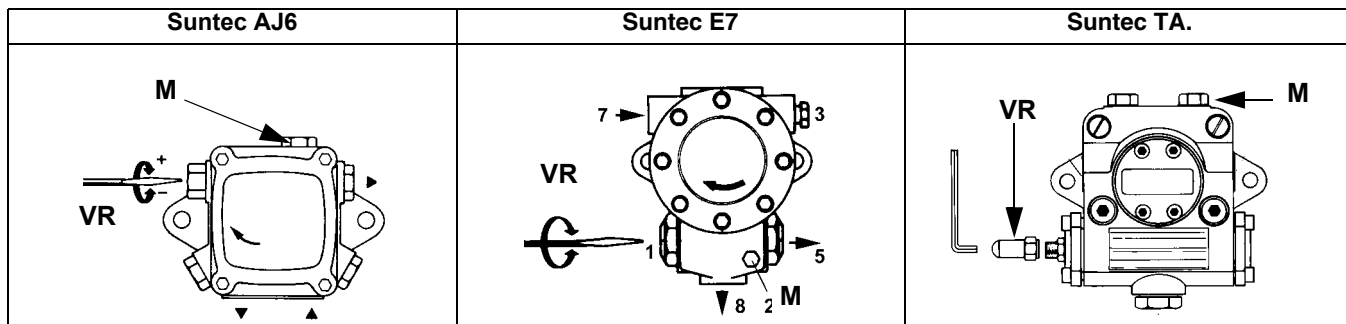

Рис. 26
- 3 выпустить воздух со штуцера (M) манометра насоса (Рис. 26), расслабив слегка заглушку, но не снимая ее; затем отпустить контактор;